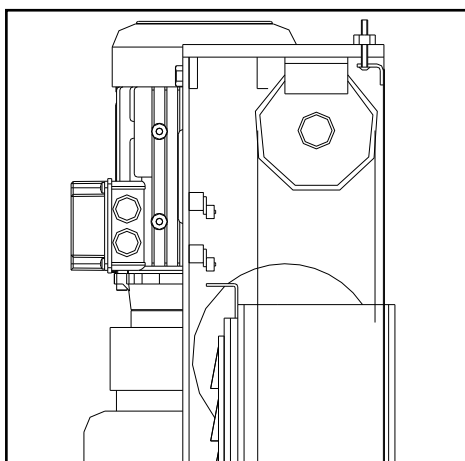

Abb. 13
- ◆ Wenn der Lift die maximale Höhe erreicht, stoppt der Aufwärts-Endschalter den Hub. (Abb. 13)
- ◆ Wenn das bewegliche Teil seinen Verfahrweg überschreitet, sind im oberen Teil des Kommandopostens zwei in Reihe geschaltete Endschalter angebracht, die normalerweise vom „Aktuator“ in Betrieb gesetzt werden. (Abb. 13) auf dem Führungswagen. Wenn der erste Endschalter nicht funktionierte, würde der zweite nach 3 Sekunden Schlittenfahrt auslösen.